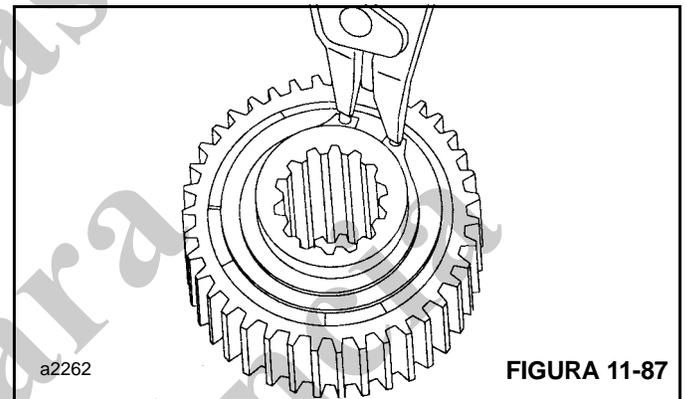

FIGURA 11-87
1. Remova o anel de pressão e o retentor da bucha de retenção apenas de uma extremidade (Figura 11-87).